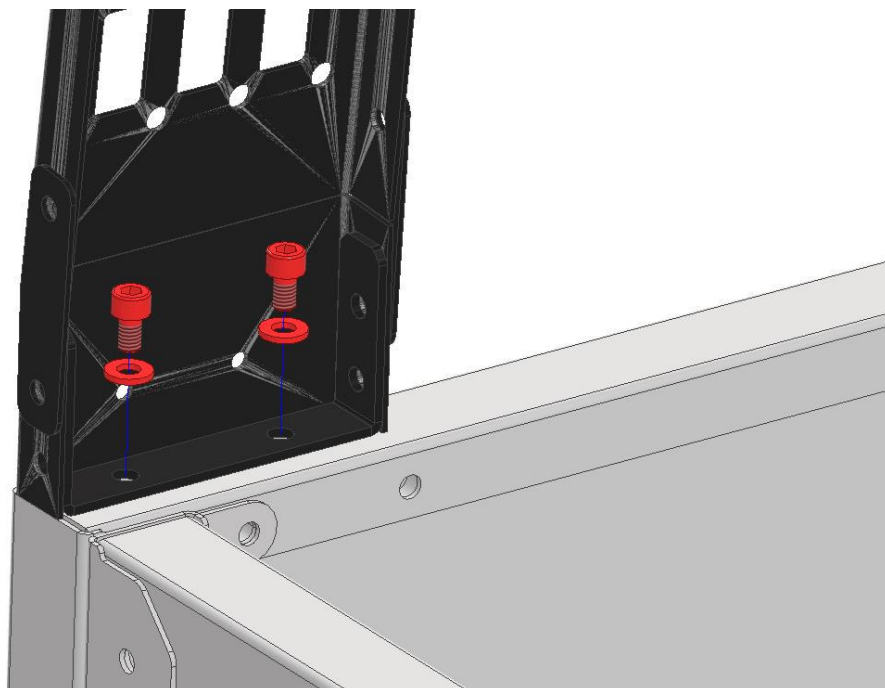

Рис.9 Установка дуг тента
-Установить дуги, зафиксировав их винтами М6, как показано на Рис. 9